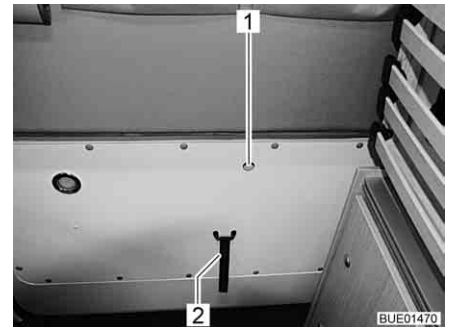

Bild 33 Entriegelung Heckklappe, innen
- Den kleinen Hebel in der Öffnung (Bild 33,1) mit dem Finger nach oben ziehen und gleichzeitig gegen die Heckklappe drücken.
- Rand der Heckklappe oder Schlaufe (Bild 33,2) fassen und Heckklappe schließen.